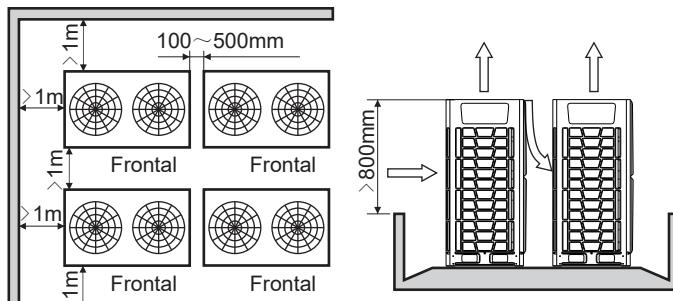

Fig. 3.12 2 rangées
4) Lorsque les unités extérieures sont plus hautes que leur environnement et si elles doivent être disposées en 2 rangées, voir Fig.3.12.